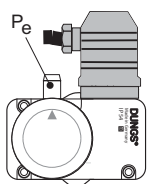

Figure 4.1 Sortie du points de test de la pression ( $P_e$ )
4. Purgez l'alimentation en gaz en ouvrant la vis à la sortie du point de test de la pression sur le commutateur de basse pression jusqu'à ce que seul du gaz en sorte. Voir *Figure 4.1*.